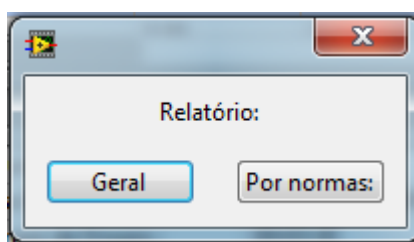

Figura 51: Escolha do tipo de relatório
- 5) **Imprimir:** Imprime o relatório do arquivo aberto. Da mesma maneira que a importação para planilhas Excel®, o software questiona sobre como deve imprimir o relatório (figura 51):